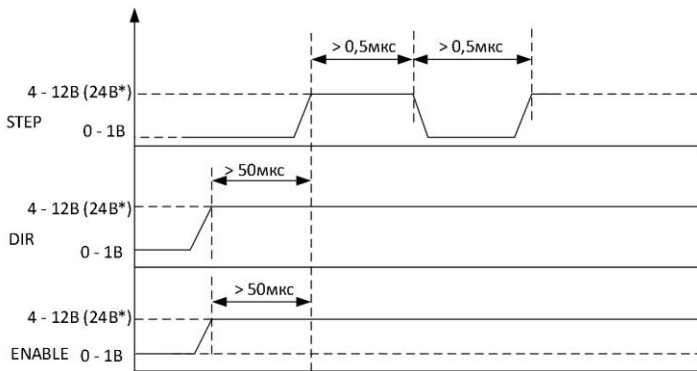

Рис.8 – осциллограмма управляющих сигналов
- **В режиме драйвера Sd (P0=Sd)** подавайте нужную последовательность сигналов «ШАГ», «НАПРАВЛЕНИЕ» и «РАЗРЕШЕНИЕ» на входы «STEP», «DIR» и «ENABLE» соответственно. Высокий уровень сигнала – 4...24В, низкий уровень сигнала 0...1В. Передвижение на один шаг осуществляется по фронту импульса на входе STEP в направлении, заданном сигналом DIR. Сигнал ENABLE используется для разрешения или запрета движения. Осциллограмма управляющих сигналов приведена на рис. 8.